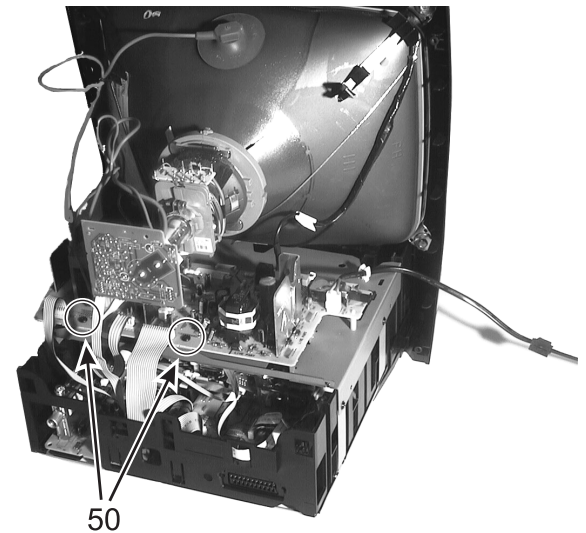

Figure 4-10
2. Dévissez les deux vis 50 pour séparer la platine larges signaux du blindage (voir figure 4-10)